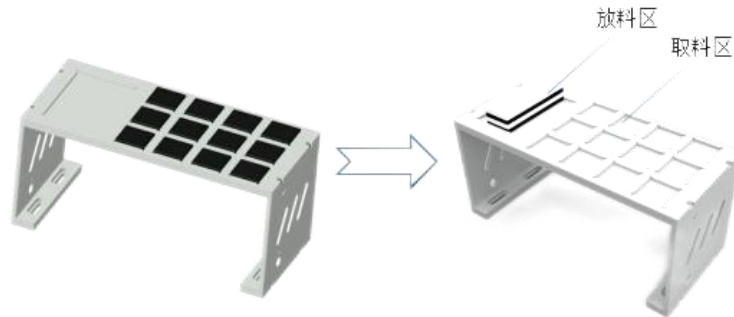

图 5 码垛图例
- 6) 机器人依次完成全部码垛搬运，码放成 3 列 1 行 4 层（码垛块颜色不作要求）；码垛图例如图 5 所示